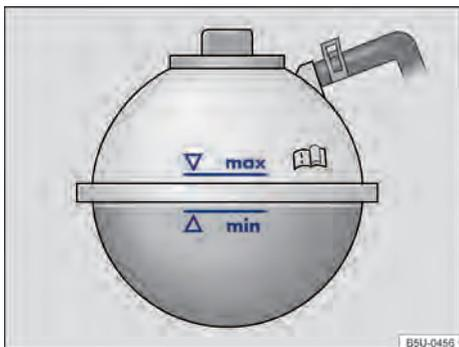

Fig. 156 En el compartimento del motor: marca en el depósito de expansión del líquido refrigerante del motor.
- Con el motor frío, comprobar el nivel del líquido refrigerante del motor por la marca lateral del depósito → fig. 156.
- El nivel del líquido refrigerante del motor debe permanecer dentro de la marca del depósito → fig. 156. **¡No completar por encima de la marca "máx" → ⓘ!**
- Completar con líquido refrigerante del motor solamente hasta la marca "máx" → fig. 156. De lo contrario, al calentarse, el líquido excedente sería expulsado del sistema de refrigeración del motor y podrá causar daños.